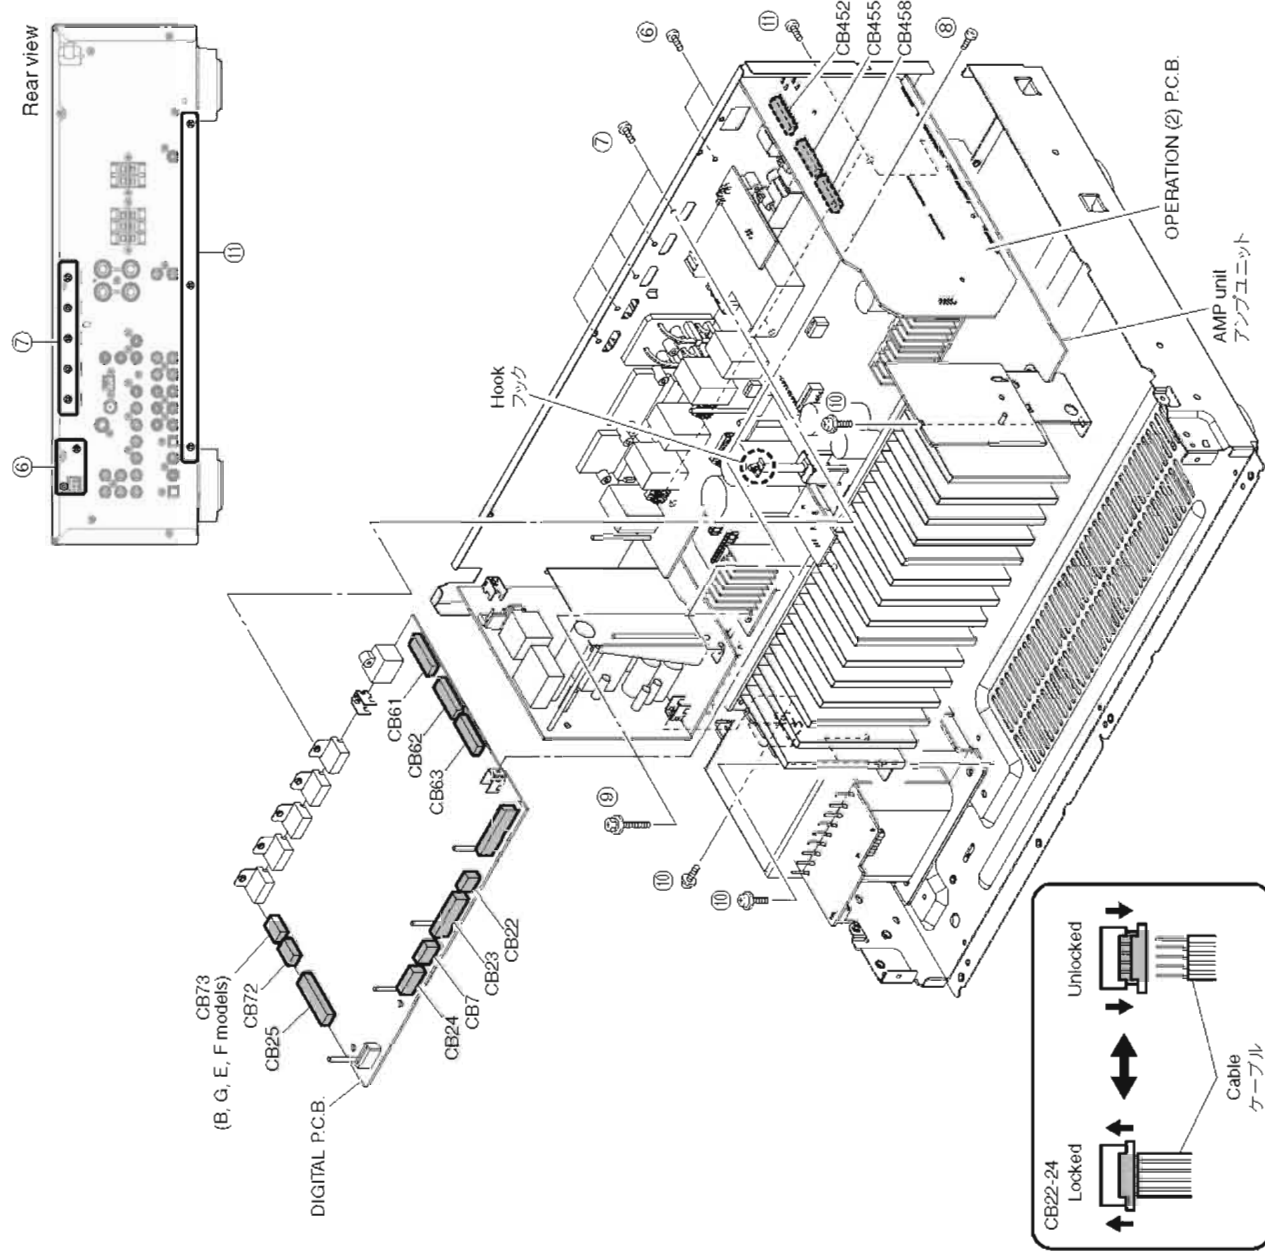

Fig. 2
- Remove 2 screws (⑥) and 5 screws (⑦). (Fig. 2)
- Remove screw (⑧). (Fig. 2)
- Remove CB7, CB25, CB72 and CB73 (B, G, E, F models). (Fig. 2)
- Unlock and remove CB22-24. (Fig. 2)
- Release hook. (Fig. 2)
- Remove the DIGITAL P.C.B. which is connected directly to the OPERATION (2) P.C.B. with board-to-board connectors. (Fig. 2)
- ⑥のネジ2本、⑦のネジ5本を外します。(Fig. 2)
- ⑧のネジ1本を外します。(Fig. 2)
- CB7、CB25、CB72を外します。(Fig. 2)
- ロックを外し、CB22～24を外します。(Fig. 2)
- フック1箇所を外します。(Fig. 2)
- DIGITAL P.C.B.を取り外します。ただし、DIGITAL P.C.B.はOPERATION (2) P.C.B.に基板対基板コネクタで直接接続されています。(Fig. 2)
- Remove 3 screws (⑨) and 4 screws (⑩). (Fig. 2)
- Remove 3 screws (⑪). (Fig. 2)
- Remove the amp unit. (Fig. 2)
- ⑨のネジ3本、⑩のネジ4本を外します。(Fig. 2)
- ⑪のネジ3本を外します。(Fig. 2)
- アンプユニットを取り外します。(Fig. 2)